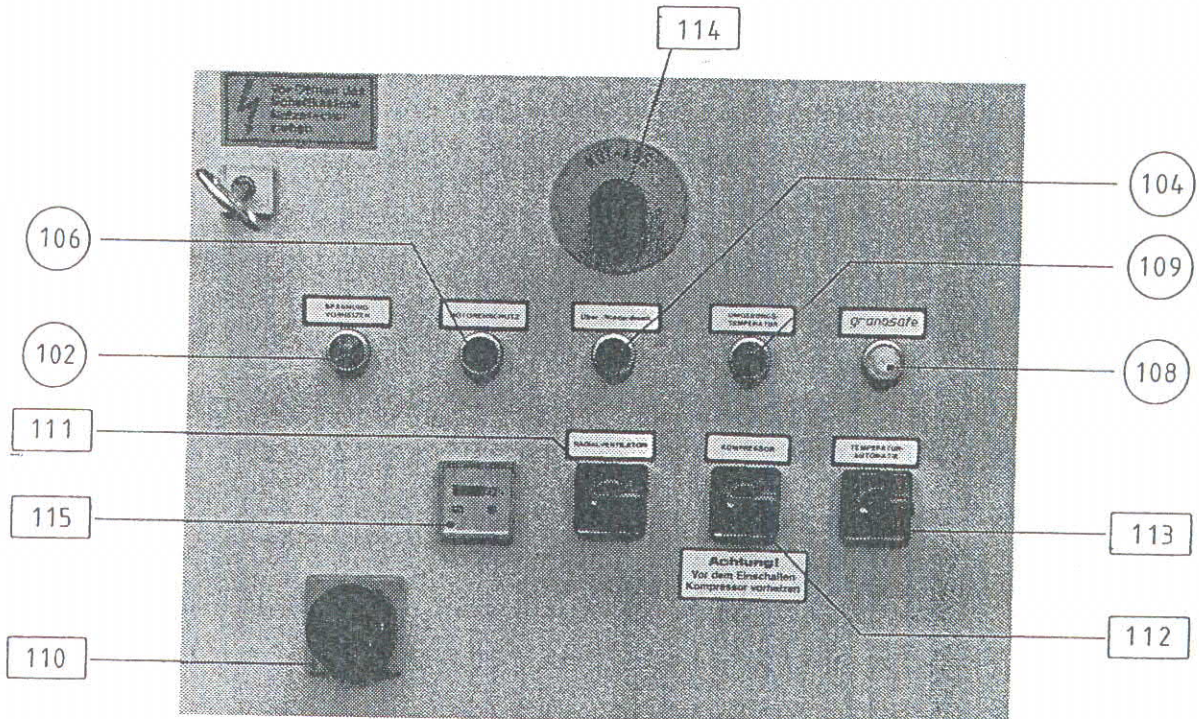

Bild 10: Prinzipielle Anordnung der Schalter und Meldeleuchten
Schalten Sie die Knebelschalter **Ventilator** [111] und **Kompressor** [112] von 0 auf I. Der Kompressor (41) arbeitet zum Ventilator (39) zeitverzögert und startet, wenn der Ventilatormotor (38) seine Nenndrehzahl erreicht hat. Die Vorheizlampe (102) erlischt. Siehe hierzu Bild 10.
| | Schalter oder Taster | } gem. Bild 10 und Deckblatt Schaltplan 61.. |